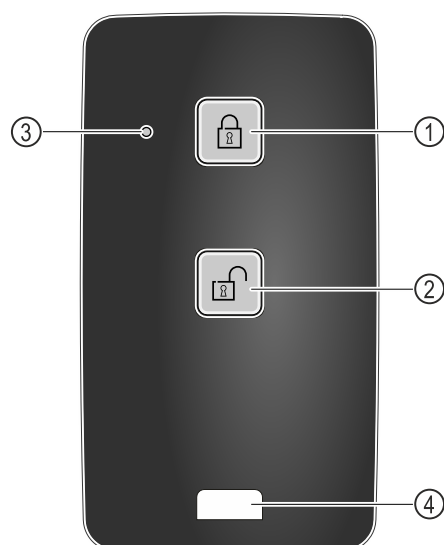

Fig. 249
- Taste Fig. 249 (1) auf der Fernbedienung drücken.
- Taste Fig. 249 (2) auf der Fernbedienung drücken.
- Status-LED Fig. 249 (3) gibt bei Tastendruck eine optische Rückmeldung.
- Öse Fig. 249 (4) zur Befestigung der Fernbedienung, zum Beispiel an einem Schlüsselbund.